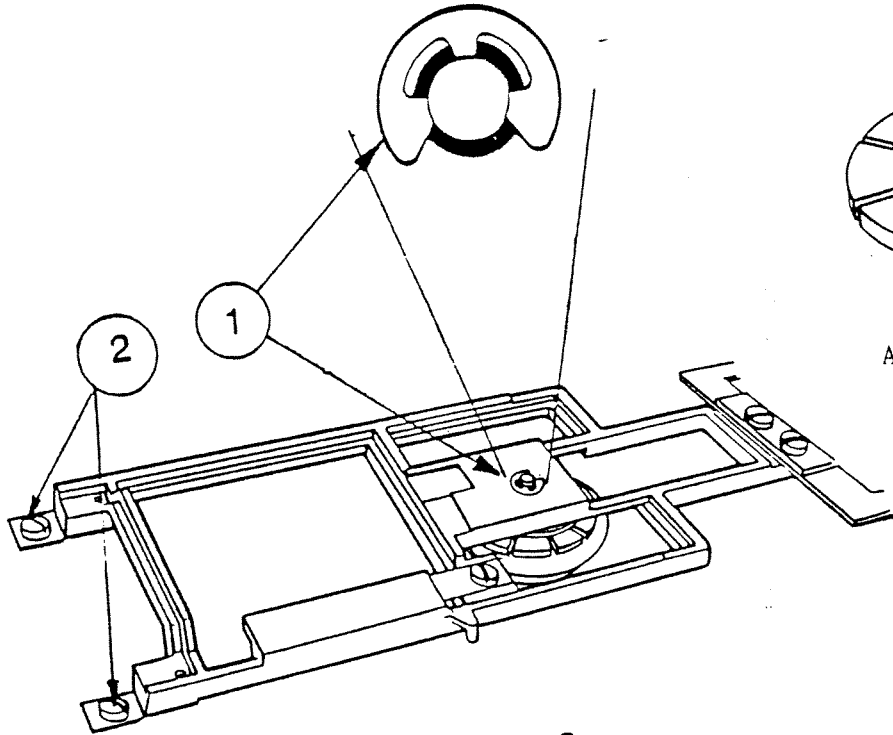

ABBILDUNG 8
2. Entfernen Sie die zwei Schrauben an der Rückseite der Einheit (Abbildung 8, #2), die den Bügel festhalten, und nehmen Sie ihn heraus.
3. Heben Sie mit einem Schraubendreher die Halteklammer (Abbildung 8) von der Achse des Andruckkegels ab.
7. Setzen Sie die Klammer ein (Abbildung 8) und achten Sie dabei darauf, daß sich die beiden Plastikausbuchtungen oben auf der Klappe in die beiden Führungsschienen im Rahmen schieben.
8. Drücken Sie den Andruckkegel nach unten und prüfen Sie, ob er zentriert ist; dann befestigen Sie die beiden Halteschrauben für die Klammer (Abbildung 8, #2).